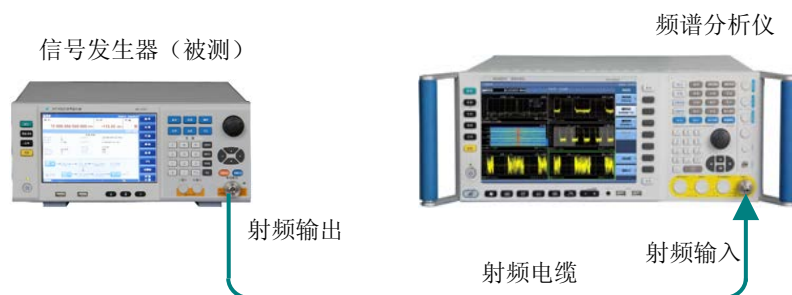

图 8.4 使用频谱仪连接示意图
- 1) 按图 8.4 连接设备，开机预热至少 30min。